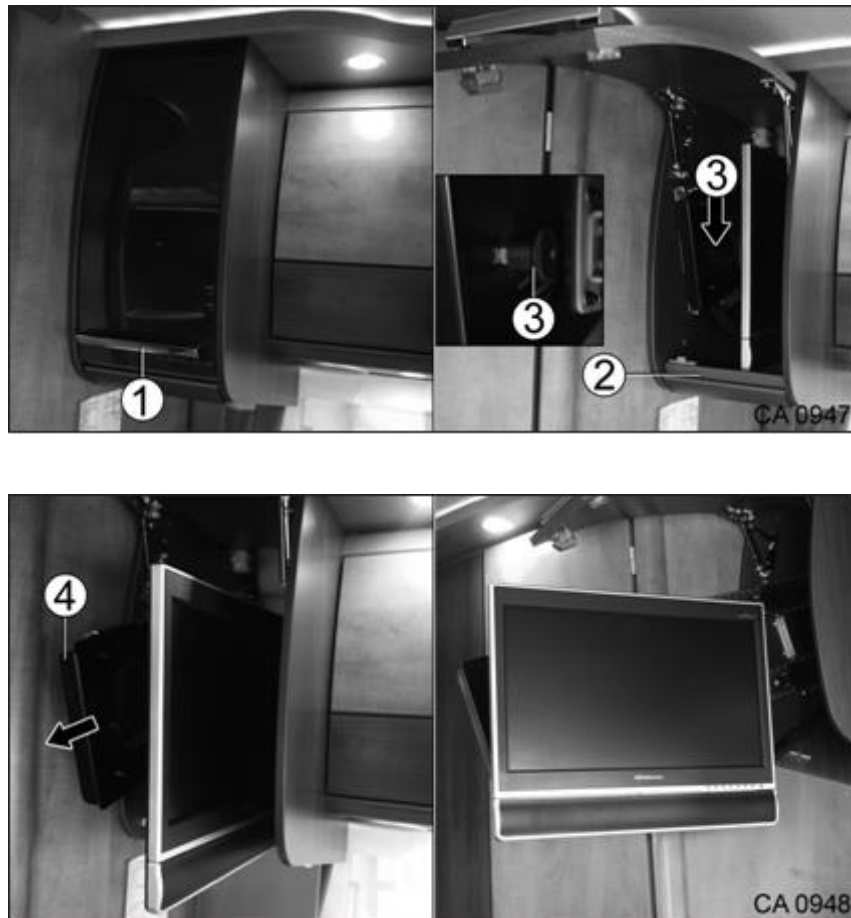

Fig. 130 Système coulissant de l'écran TV au-dessus du salon en L
1. Ouvrir la porte de placard supérieure à la poignée (Fig. 130/1).
2. Ouvrir la porte de placard inférieure (Fig. 130/2).
3. Débloquer le verrouillage (Fig. 130/3).
4. Tirer le système coulissant de l'écran TV (Fig. 130/4) en dehors.